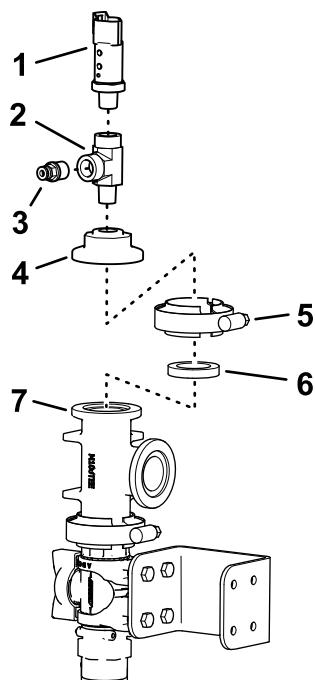

図 43
8. カップラのねじ山にPTFEテープまたはペーストを塗り、T字フィッティングに取り付ける図 43。
9. T字継手のネジ山にPTFEシーラントを塗布し、T字継手をフィッティングキャップに接続する(図 43)。
10. 図 43 図に示すように、圧力ransデューサーをT字継手に取り付ける。
トロールバルブに取り付け、クランプを手締めする図 43。